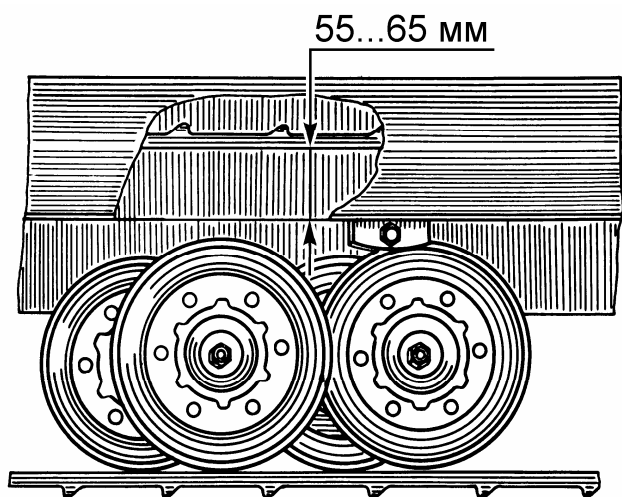

Рис. 22– Регулировка натяжения гусениц
– проверьте натяжение гусениц. Расстояние между внутренней поверхностью верхней ветви гусеницы и нижней поверхностью угольника рамы у второго кронштейна крепления катков балансиров впереди по ходу снегохода должно быть 55...65 мм (рис. 22);